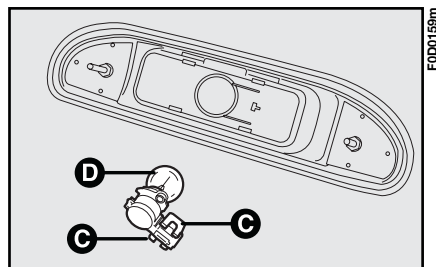

fig. 26
3) premere le due mollette di bloccaggio **C**-fig. 26 ed estrarre il portalampada;